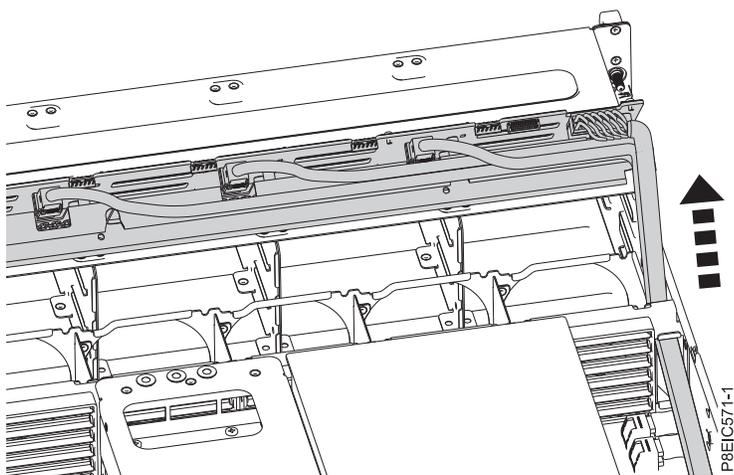

Figure 28. Retrait des cordons
10. Faites passer soigneusement les cordons d'interface d'unité, le cordon d'alimentation d'unité et le cordon de contrôle de ventilateur par le châssis pour les retirer, comme illustré dans la figure 28.